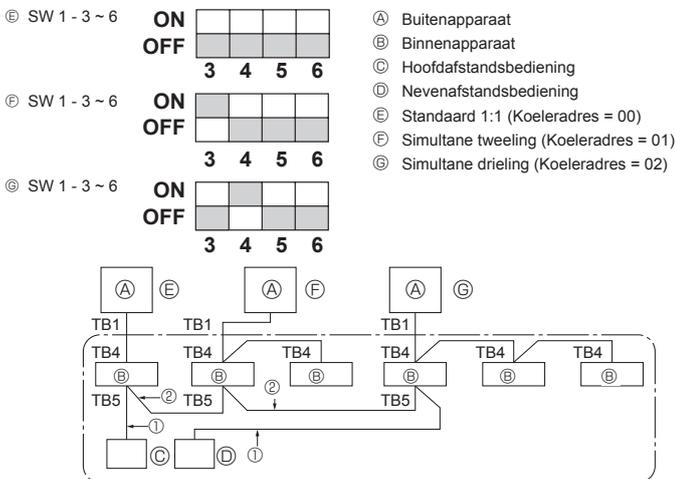

Fig. 9-1
9. Het systeem controleren (Fig. 9-1)